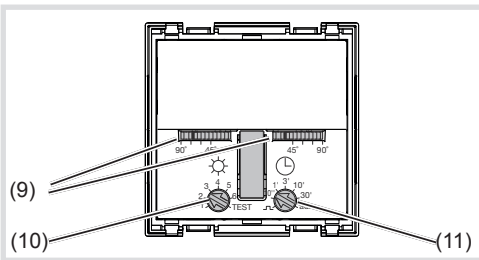

Figure 8
Les dispositifs de réglage (Fig. 8, 9) permettent de limiter l'angle de détection entre 45° et 90° respectivement pour le côté droit et le côté gauche. Ainsi, l'angle de détection peut être compris entre 90° et 180° (Fig. 5).
- Placer le potentiomètre de réglage de la luminosité de déclenchement (Fig. 8, 10) en position TEST.